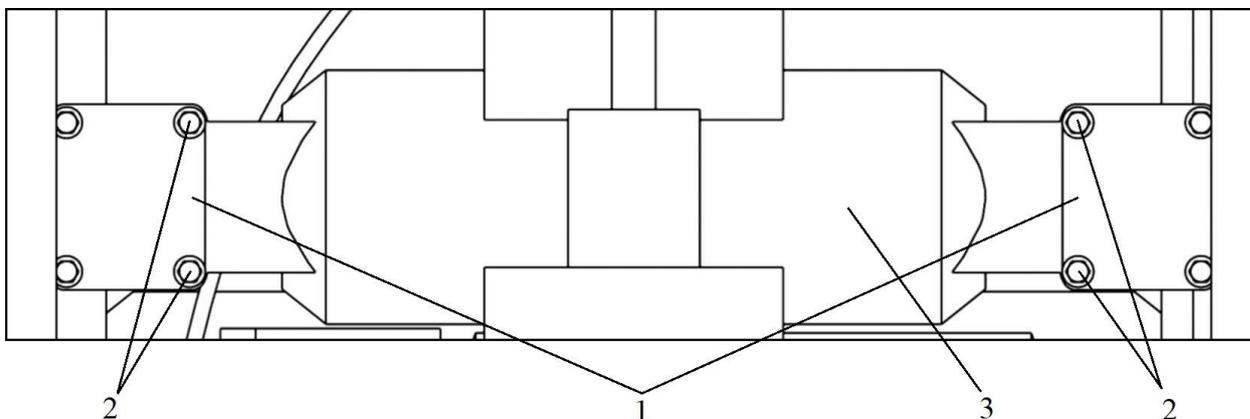

Рисунок 6 – Вид трактора снизу:
5. Демонтировать две пары болтов М16х40 поз. 2 крепления кронштейна тяги задней навески поз. 1(рис. 6).